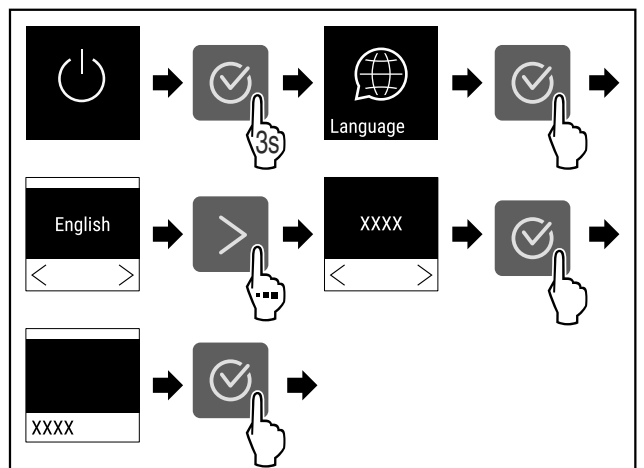

Fig. 52
- ▶ Stappen (zie Fig. 52) uitvoeren.